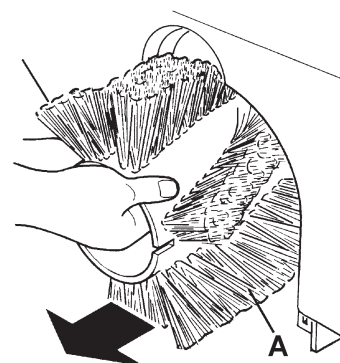

Figure 7
6. Enlever le balai central (A, Fig. 7).